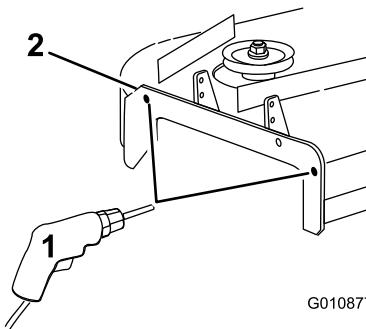

Figure 7
- Vérifiez le diamètre des trous aux emplacements indiqués à la Figure 7.
- Percez les trous au diamètre spécifié aux emplacements indiqués sur la Figure 7.